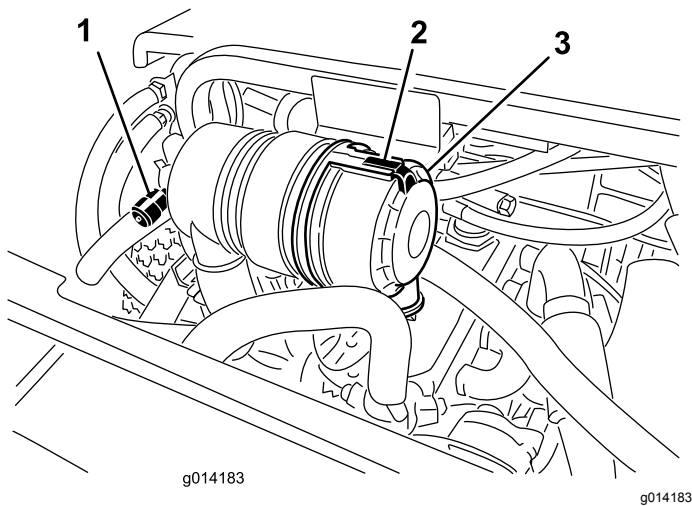

Figura 31
Faça a manutenção ao filtro de ar apenas quando o indicador de manutenção (Figura 31) o exigir. Mudar o filtro de ar antes de ser necessário apenas aumenta a possibilidade de entrar sujeidade no motor quando retira o filtro.
1. Liberte o trinco que fixa a cobertura do filtro de ar ao respetivo corpo (Figura 31).